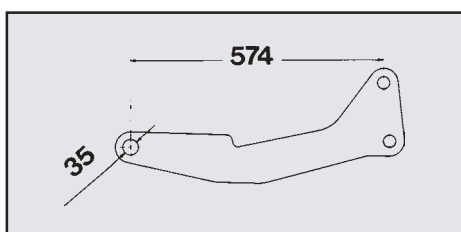

Рис. 10
2. Консоли (Рис. 10) для виброборон RE-1, RE-Vario и RE-Duo.